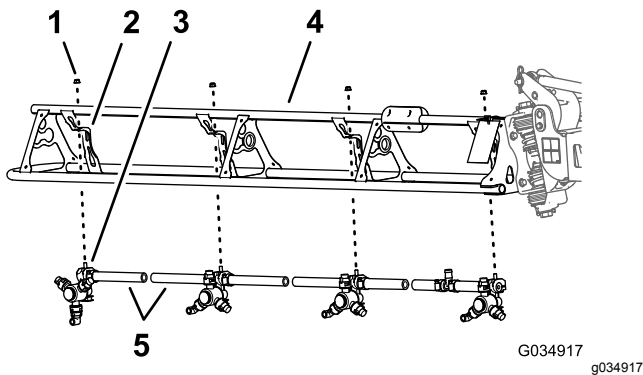

Рисунок 67
1. На наружной секции стрелы перережьте шланг между двумя распылительными соплами (Рисунок 67).
2. Отверните фланцевую контргайку (5/16 дюйма), которая крепит распылительное сопло к опоре сопла (Рисунок 67).
5. На средней секции стрелы перережьте шланг между двумя распылительными соплами (Рисунок 67).